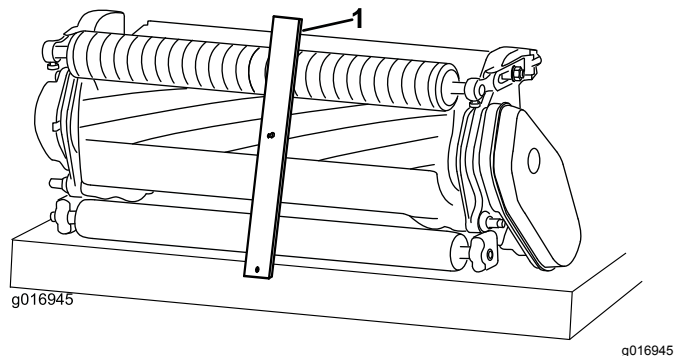

图19
3. 将螺丝头钩在底刀的刀刃上并将调刀尺的后端放到后滚筒上(图19)。